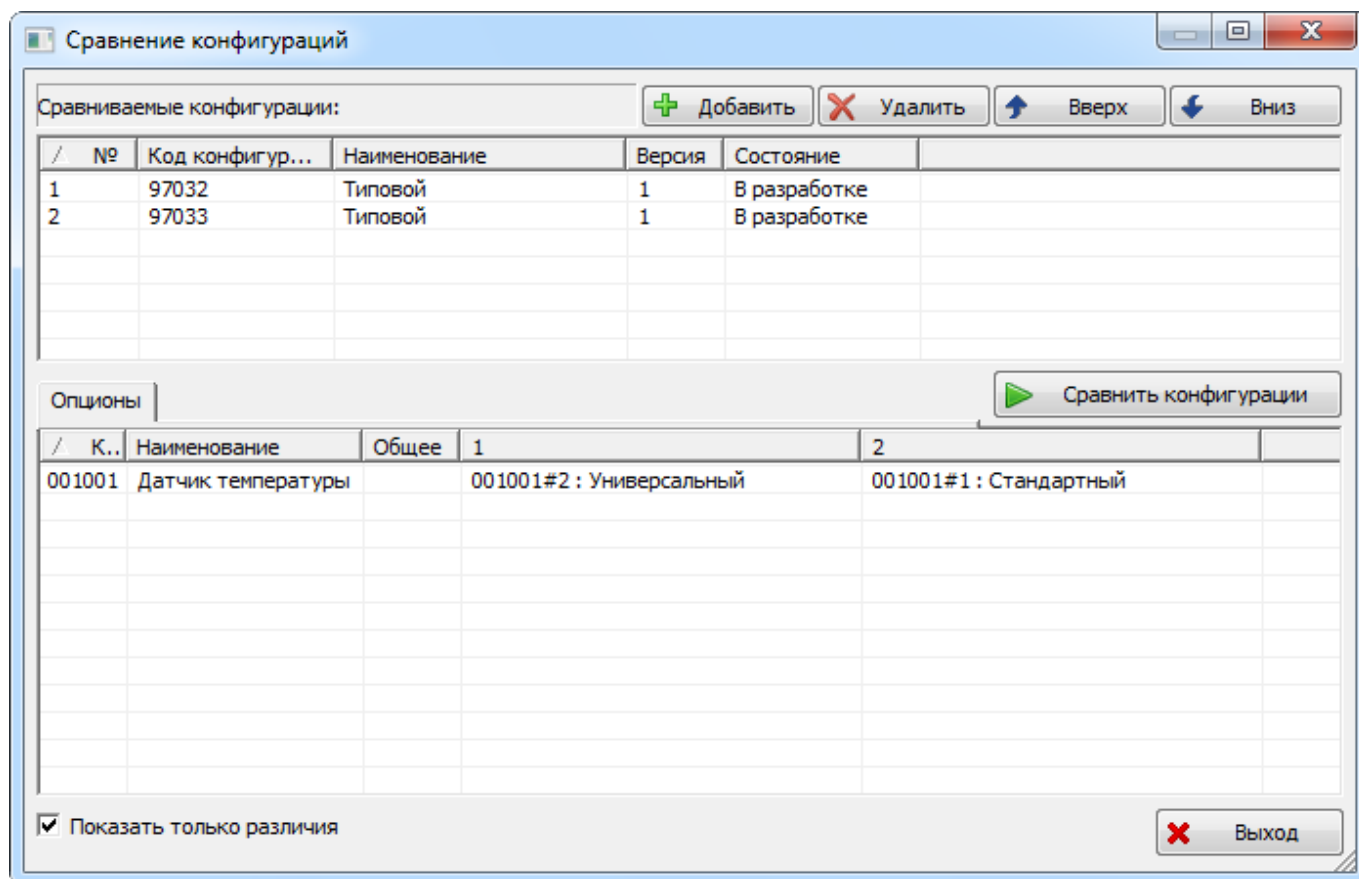

Рис. 10-218 – Показаны только различия двух конфигураций
3) В окне «Сравнение конфигураций» нажать кнопку «Сравнить конфигурации». После проведения операции в нижней части окна появятся результаты сравнения конфигураций (рис. 10-218).